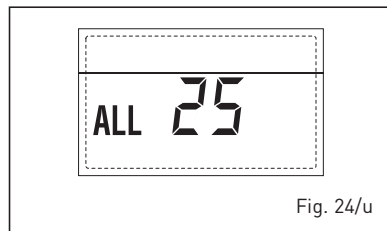

Fig. 24/u
- **S3 SOLAR PROBE BREAKDOWN ANOMALY "ALL 26" (fig. 24/v)**